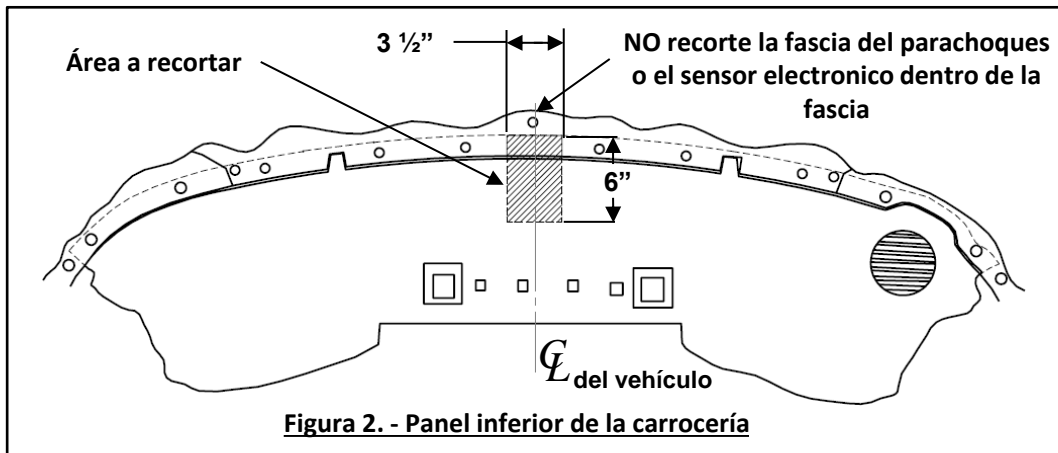

Figura 2. - Panel inferior de la carrocería
- Recorte el panel de la parte inferior de la carrocería** - con una cinta métrica, cinta, un rotulador y una navaja multiusos, mida, marque y corte una muesca en el centro de la parte trasera del panel de la parte inferior de la carrocería, de 3 1/2" de ancho por 6", **Ver figura 2.**